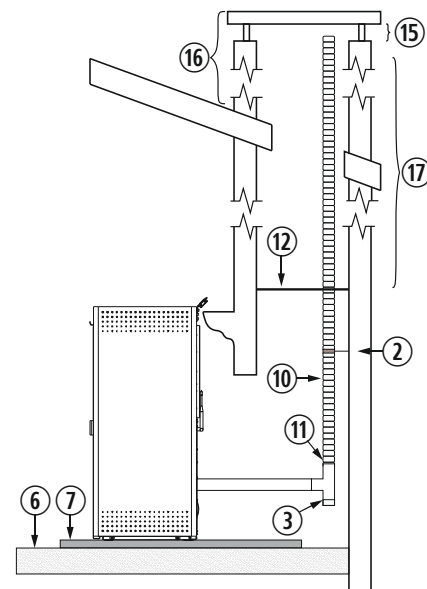

Figura 11
4.29. A instalação de um encastrável numa chaminé de obra pode ser feita em toda a sua totalidade em tubo flexível, tal como indicado na *figura 11*. Devemos ter especial cuidado na hora de realizar o isolamento entre a chaminé e o tubo da saída de gases para evitar possíveis retrocessos de gases em caso de tempestade.
②	Abraçadeira de união de aço inox.
③	Tê de 90° com registro.
⑥	Chão de madeira.
⑦	Protector de chão incombustível.
⑩	Tubo de aço inox flexível.
⑪	União adaptadora de flexível a rígido.
⑫	Isolante anti-retrocesso.
⑮	Mínimo 200mm.
⑯	Deve ultrapassar o teto em 1 metro.
⑰	Superior a 8m, aumentaremos uma medida.